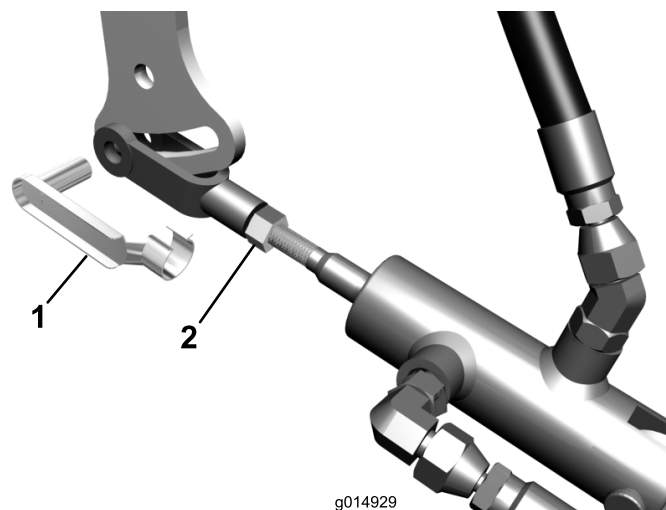

図 10
- ・ ヨークを走行リンクに固定しているスプリング・クレビス・ピンを外す（図 10）。
- ・ ヨークのジャムナットをゆるめる（図 10）。